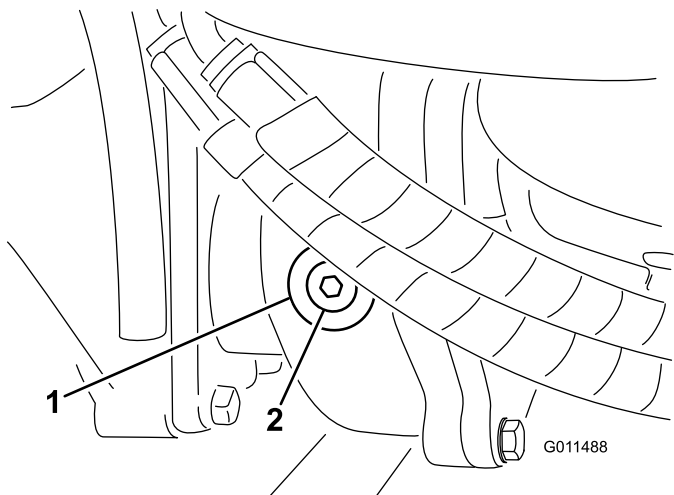

Рисунок 59
2. Снимите пробку контрольного (заливного) отверстия с левой стороны редуктора и убедитесь, что масло доходит до нижнего края отверстия (Рисунок 59).